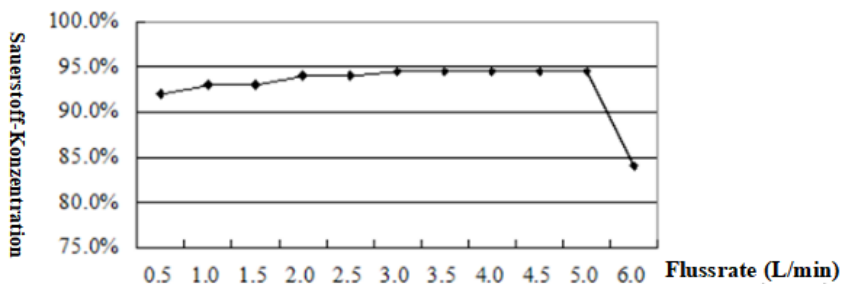

Abbildung 2
- 10) Wenn der Ausgangsinnenndruck 0 ist, wird das Funktionsdiagramm für Sauerstoffkonzentration und Durchfluss als Abbildung 2 dargestellt: